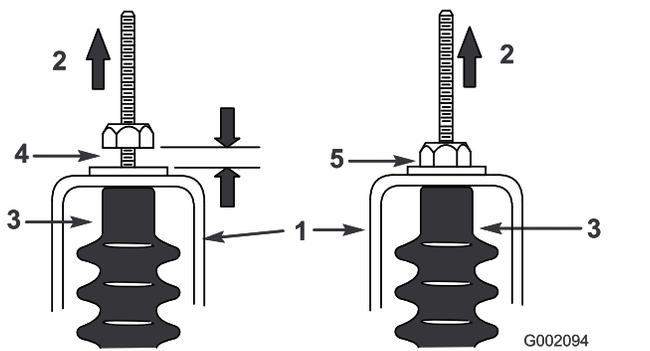

図 49
5. それぞれのシフトケーブルを引っ張って、ナットワッシャとニュートラルブラケットとの間に 0.76-1.52 mm のすきまがあることを確認する 図 49。